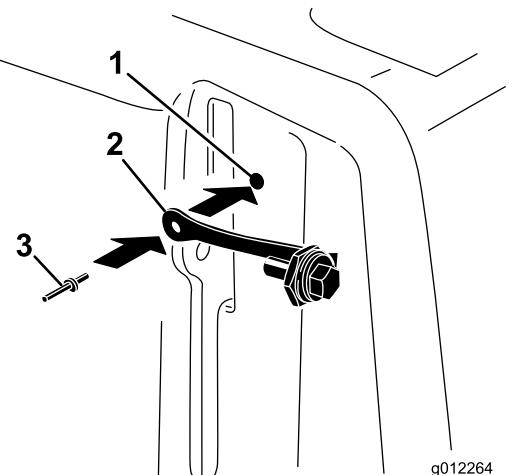

**Bild 8**
1. Ermitteln Sie das Loch in der Riemenabdeckung neben der Hebelklinke (Bild 8 und Bild 9).